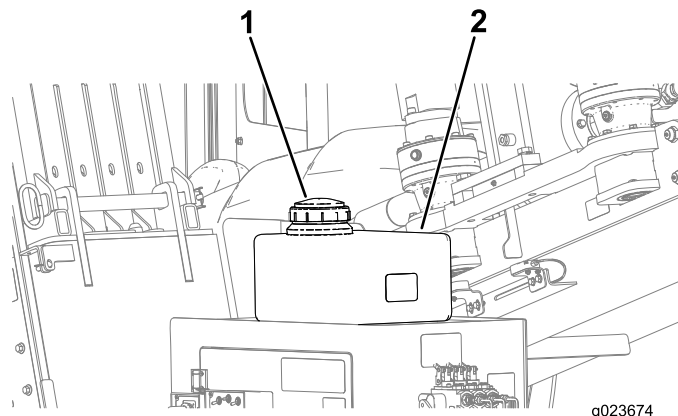

Рисунок 126
С. Снимите крышку бака антифриза насоса бурового раствора (Рисунок 126).
Д. Убедитесь в том, что бак заполнен антифризом (Рисунок 126).
- Д. Заправьте антифриз в бак по мере необходимости (Рисунок 126).
5. Установите крышку бака антифриза (Рисунок 126).